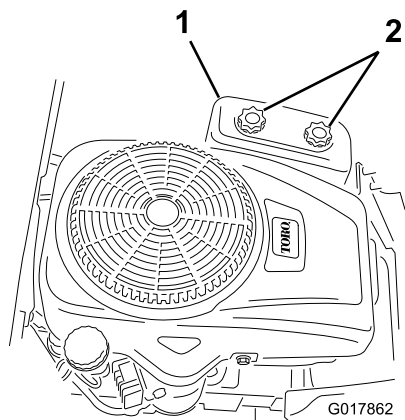

Figura 16
3. Rimuovete il coperchio del filtro dell'aria svitando le 2 manopole (Figura 16).
4. Installate il coperchio del filtro dell'aria e serrate le 2 manopole (Figura 16).